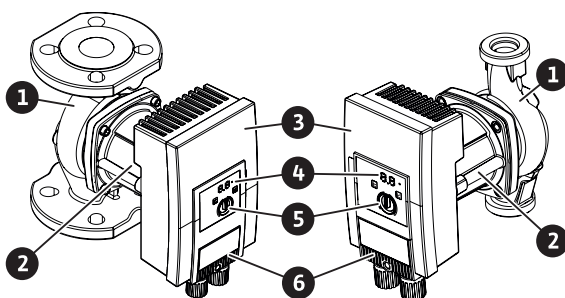

Fig. 1: Oversigt over pumpen
På motorhuset befinder der sig et reguleringsmodul (Fig. 1, pos. 3), som regulerer pumpen og stiller en SSM-grænseflade til rådighed. Alt efter valgt anvendelse eller reguleringsfunktion reguleres der ud fra hastighed eller differenstryk. Ved alle differenstrykreguleringsfunktioner tilpasser pumpen sig hele tiden anlæggets skiftende ydelsesbehov.